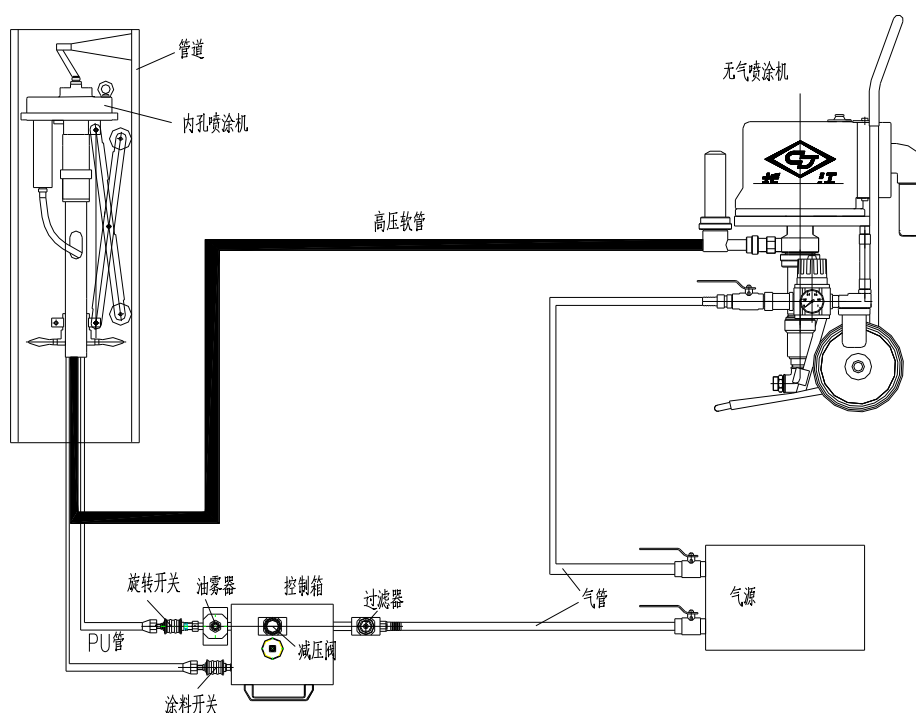

Рисунок 2: Использование принципиальной схемы
#### 3.2 ПРИНЦИПИАЛЬНАЯ КОНСТРУКЦИЯ (Рис. 2)
- 1) С безвоздушным распылителем могут использоваться два вида распылителя. Метод применения показан на рис. 2: Использование принципиальной схемы.
- 2) Перед эксплуатацией соедините две трубы с безвоздушным распылителем и пультом управления НКР. См. рис. 2.